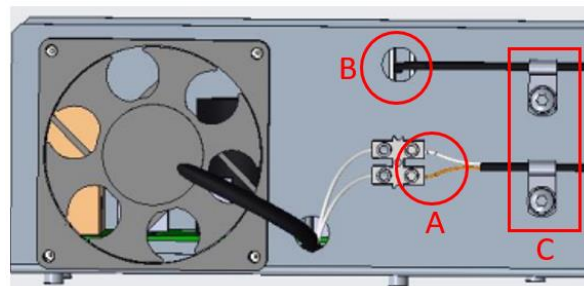

Fig.2.6
12. Branchez les câbles d'alimentation du ventilateur au bornier du nouveau ventilateur (Fig. 2.6/A).
13. Passez le câble de communication par l'intérieur du trou **B** (Fig. 2.6).
14. Fixez les câbles à l'aide des brides **C** (Fig. 2.6).